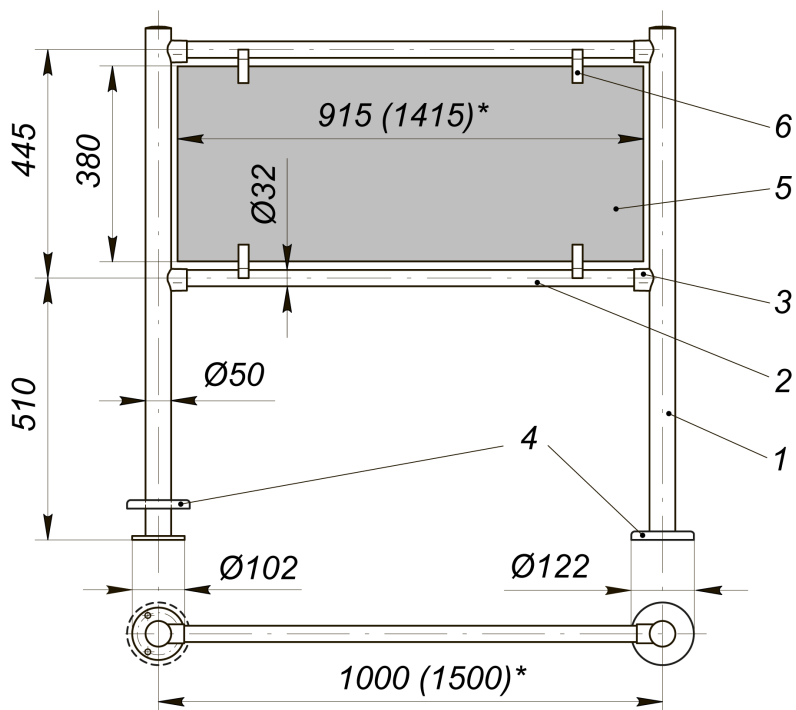
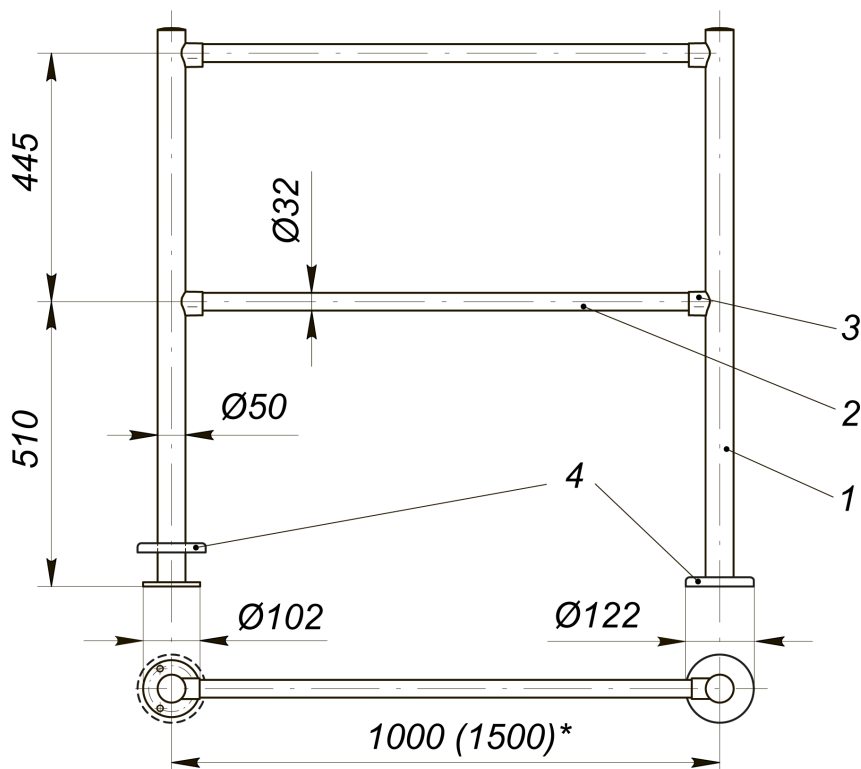

Рисунок 1. Стационарная секция ограждения с заполнением¹:
Рисунок 2. Стационарная секция ограждения без заполнения¹:
- **Стационарная секция ограждения** с заполнением (см. рис. 1) или без заполнения (см. рис. 2), предназначенная для ограничения зоны прохода или оформления интерьера. Заполнение может изготавливаться из тонированного стекла или полимерного материала.
¹ Варианты исполнения см. табл. 2. Крепление заполнения секции аналогично, как на рис. 1.